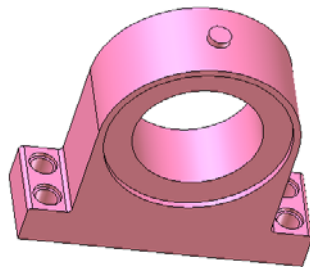

图 7-44 拉伸后的零件
④单击【确定】按钮完成拉伸，此时的零件如图 7-44 所示。